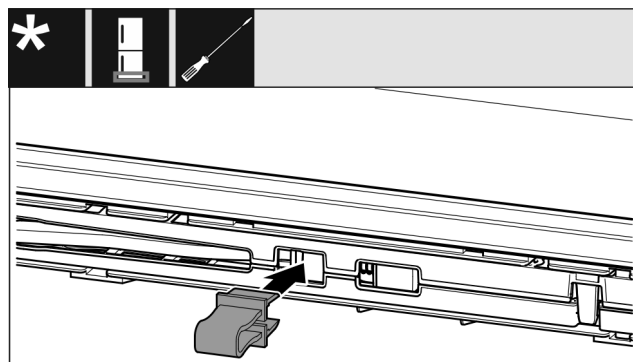

Fig. 15
- Beveiliging in opening vastklikken. (zie Fig. 15)